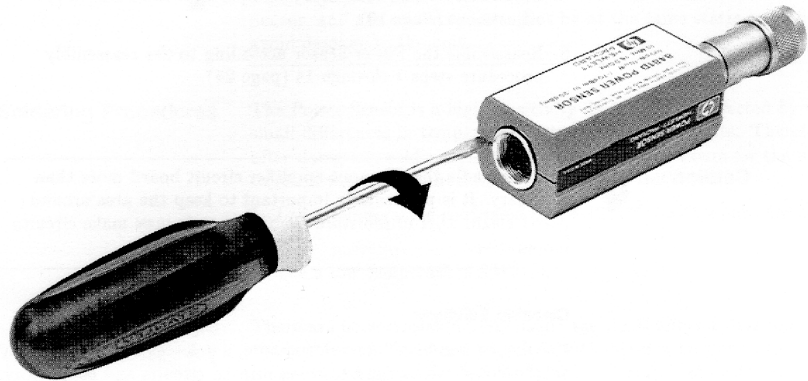

Abbildung 22 **Abnehmen der Schale des Leistungsmesskopfs**
- 1 Das Blatt eines Schraubenziehers an der Rückseite des Leistungsmesskopfs zwischen den beiden Kunststoffschalen einführen (Siehe Abbildung 22). Um Schäden an den Kunststoffschalen zu verhindern, sollte die Blattbreite des Schraubenziehers der Länge des Schlitzes zwischen den beiden Schalen entsprechen.